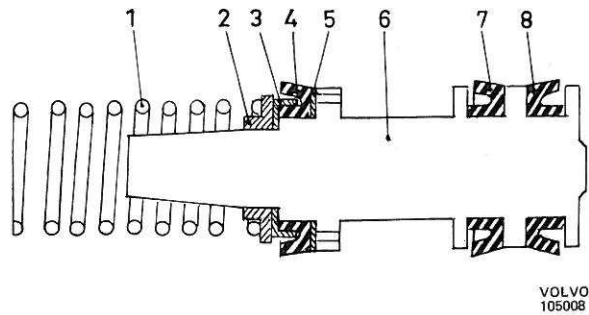

Figure 55. Piston secondaire
1. Monter sur le piston secondaire la rondelle mince (5, figure 55), le joint (4) et la bague d'appui (3). L'emplacement des pièces est indiqué sur la figure.